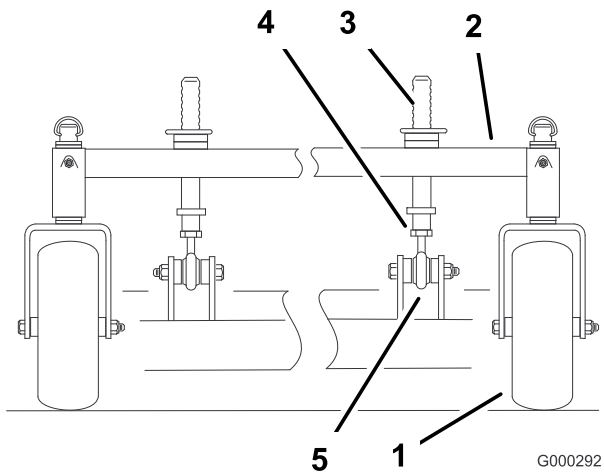

Figure 66
- Vous pouvez régler les montants de hauteur de coupe avant pour modifier l'inclinaison avant/arrière (Figure 66).
2. Pour élever l'avant du plateau de coupe, desserrez le contre-écrou et tournez la goupille avant dans le sens horaire (Figure 66).
3. Pour abaisser l'avant du plateau de coupe, desserrez le contre-écrou et tournez la goupille avant dans le sens anti-horaire (Figure 66)
6. Resserrez les écrous de blocage (Figure 66).